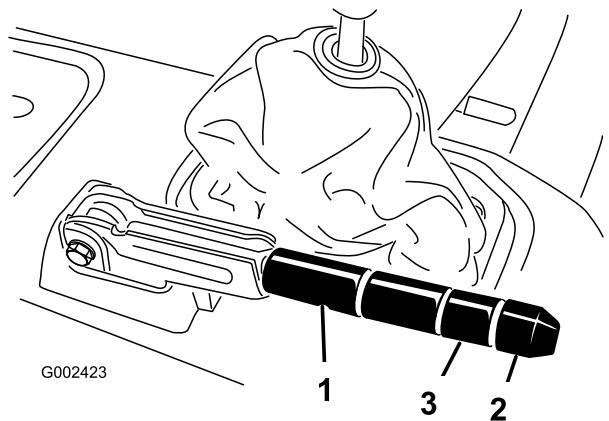

Figura 67
2. Afloje el tornillo de fijación que sujetla el pomo a la palanca del freno de estacionamiento (Figura 67).